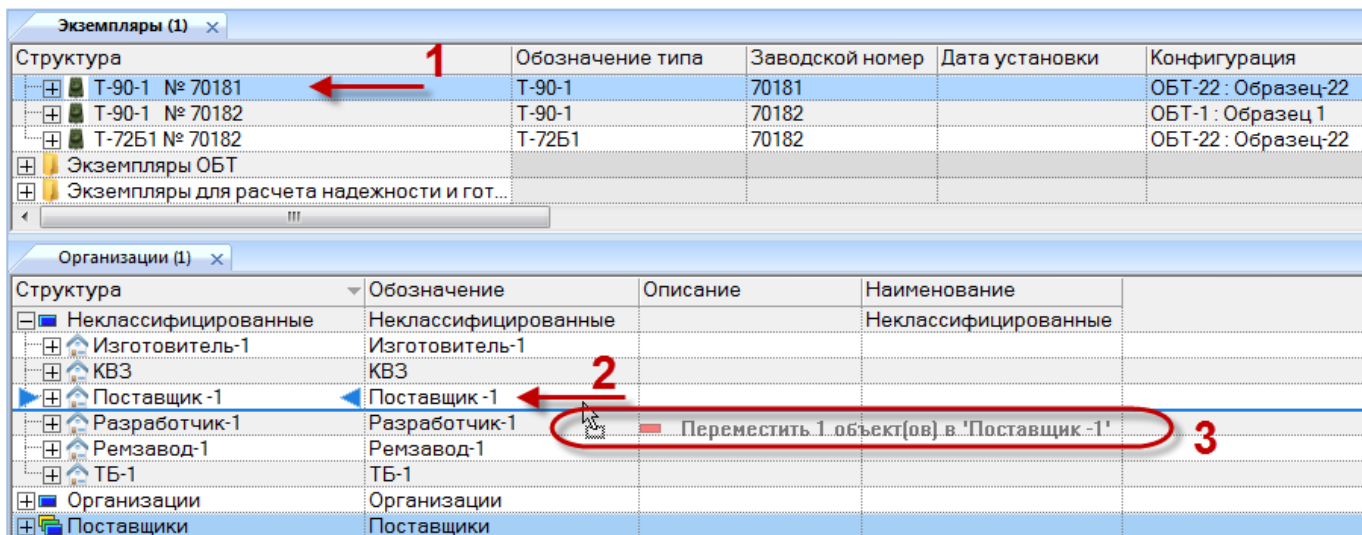

Рис. 20-40 – Переместить организацию к нужному экземпляру в окно «Экземпляры»
- 2) Переместить экземпляр изделия из рабочего окна «Экземпляры» на организацию в рабочее окно «Организации» (рис. 20-40).